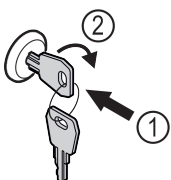

Fig. 157
- ▶ Klíč zasuňte dovnitř Fig. 157 (1).
- ▶ Otáčejte klíčem o 90° ve směru hodinových ručiček Fig. 157 (2).